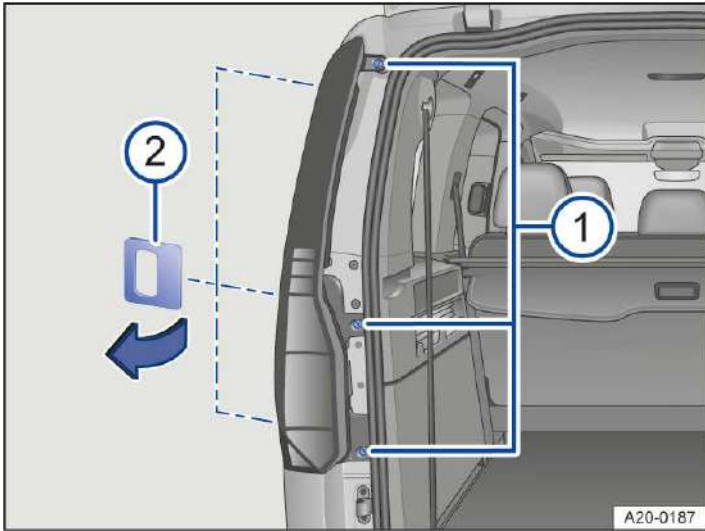

Abb. 1 Seitlich hinten links am Fahrzeug:
- ① Befestigungsschrauben.
- ② Hilfswerkzeug aus dem Bordwerkzeug.
1. Befestigungsschrauben mit einem Schraubendreher lösen → *Abb. 1* ①.
2. Rückleuchte mit dem Hilfswerkzeug → *Abb. 1* ② von oben nach unten aus der Halterung heraushebeln.